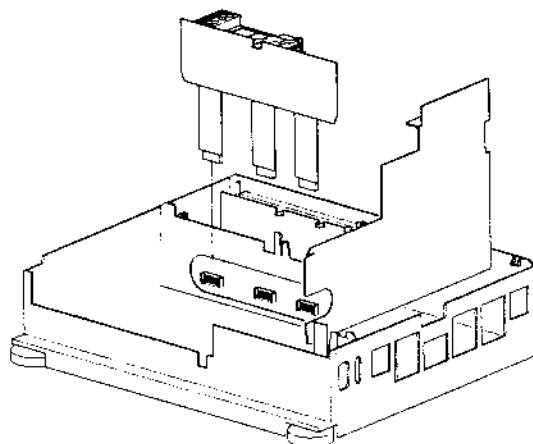

FIG. 2-6
- Die Leiterplatte mit der Eingangsstufen-Schaltung ist mit zwei Einschnappvorrichtungen in dem Steckplatz befestigt (siehe Fig. 2-6). Die Leiterplatte kann mit drei 8fachen Verlängerungskarten in die Service-Position gebracht werden.